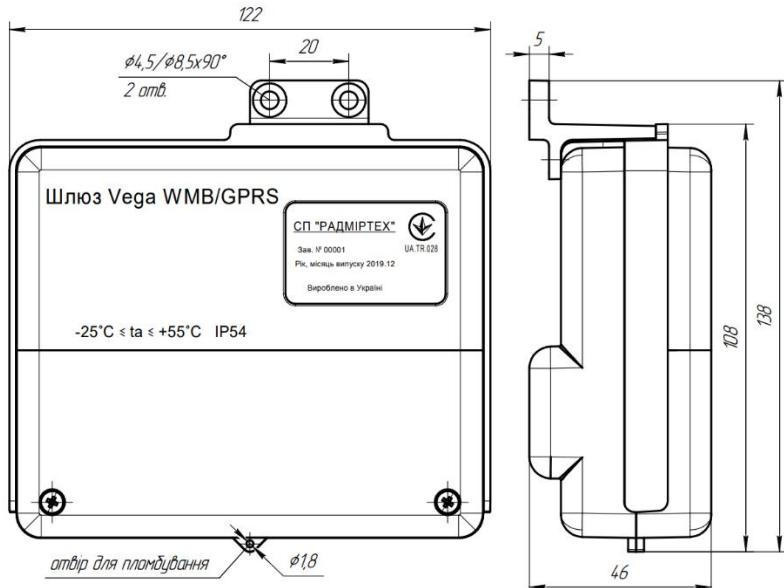

Рисунок 2 - Зовнішній вигляд та габаритні розміри шлюза Vega WMB/GPRS
- встановити кришку батарейного відсіку поз.2 шлюза Vega WMB/GPRS, закрутити гвинти та опломбувати через отвір для пломбування (див. рисунок 2). Пломбування шлюза Vega проводить організація, що обслуговує та здійснює нагляд за експлуатацією шлюза Vega;
- встановити та закріпити гвинтами (див. рисунок 2) шлюз Vega WMB/GPRS на місці експлуатації;
- встановити кришку батарейного відсіку (див. рисунок 2 поз.2) шлюза Vega, закрутити гвинти та опломбувати;